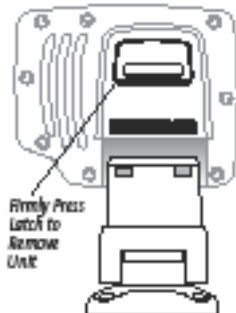

Рис. 13
5) Вставьте контрольную головную панель в крепежный кронштейн до ее полного закрепления. Для извлечения прибора возьмитесь за него двумя руками, нажмите защелку на задней части и поднимите (рисунок 13).